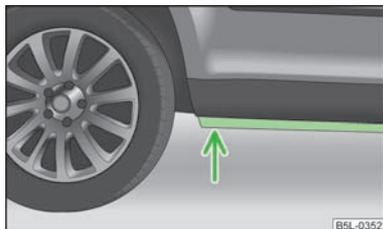

Fig. 111
- Avant de franchir une nappe d'eau, déterminez la profondeur de l'eau. Le niveau de l'eau ne doit pas dépasser le longeron inférieur » fig. 111 ;